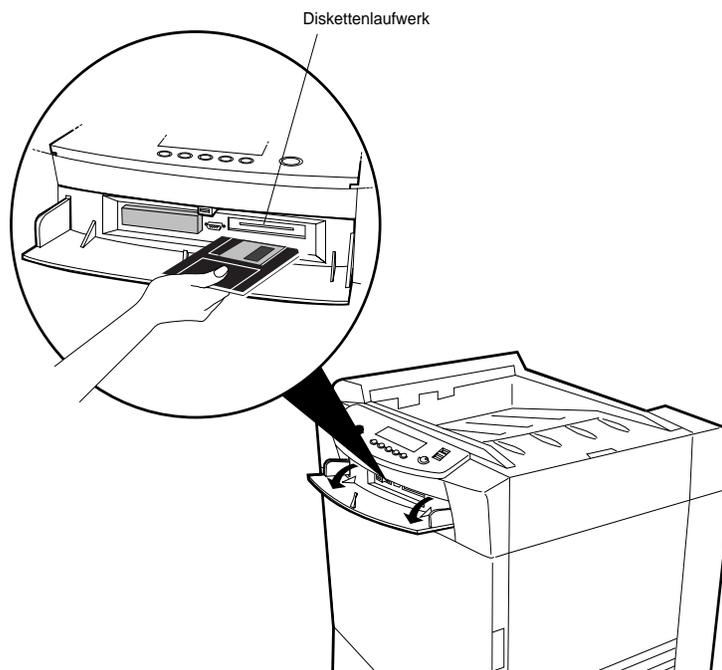

Abbildung 4-43 Diskette einlegen
2. Öffnen Sie die Frontabdeckung. Legen Sie die Diskette in das Diskettenlaufwerk ein (siehe Abbildung 4-43).